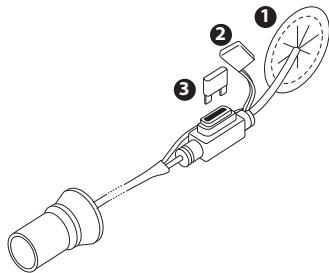

Fig. 2: Byta ut batteriets säkring
2. Avlägsna säkringshållaren. Se fig. 2.